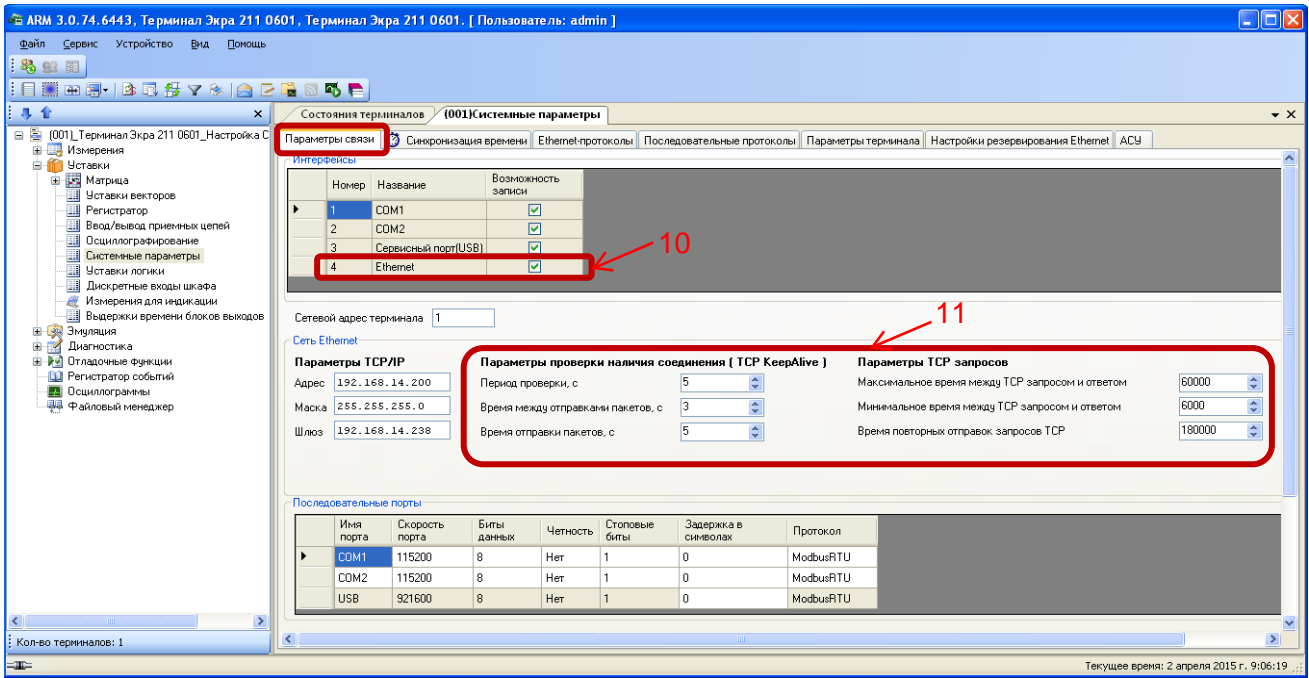

Рисунок 5 – Настройка параметров связи по протоколу МЭК 60870-5-104
Для выполнения синхронизации времени по протоколу **МЭК 60870-5-104** на вкладке **Параметры связи** в конфигурации терминала должен быть установлен флажок **Возможность записи** для интерфейса **Ethernet** (см. рисунок 5, обозначение 10). Конфигурирование протокола осуществляется на предприятии-изготовителе в соответствии с картой заказа.
2.4.1 Параметры проверки наличия соединения (TCP KeepAlive) (см. таблицу 3) и параметры TCP запросов (см. таблицу 4) оставить по умолчанию (см. рисунок 5, обозначение 11).